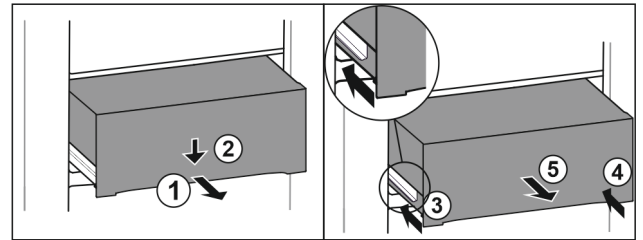

Fig. 82
- ▶ Trekk skuffen ut halvveis. Fig. 82 (1)
- ▶ Skyv skuffen foran nedover. Fig. 82 (2)
- ▶ Sett inn den venstre skinnen ca. 2 cm. Fig. 82 (3)
- ▶ Sett inn den høyre skinnen ca. 2 cm. Fig. 82 (4)
- ▶ Ta ut skuffen framover. Fig. 82 (5)